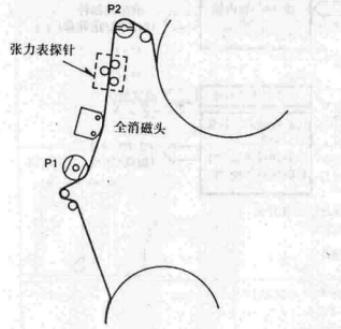

图74
②在磁带通道上插入张力表, 测量磁带反张力为 $20\sim25$ g, 如图74所示。